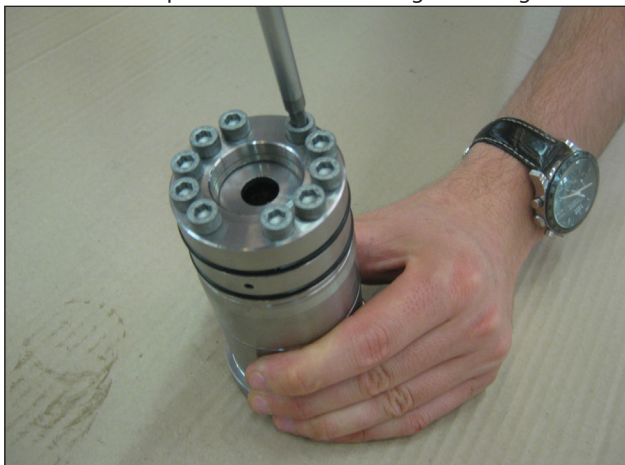

Fig. 124
- Déposer les vis M8x100 de fixation du support des joints LP (basse pression), du support des joints HP (haute pression) à la chemise comme décrit Fig. 124, et séparer tous les composants comme décrit Fig. 125 et Fig. 125/a.